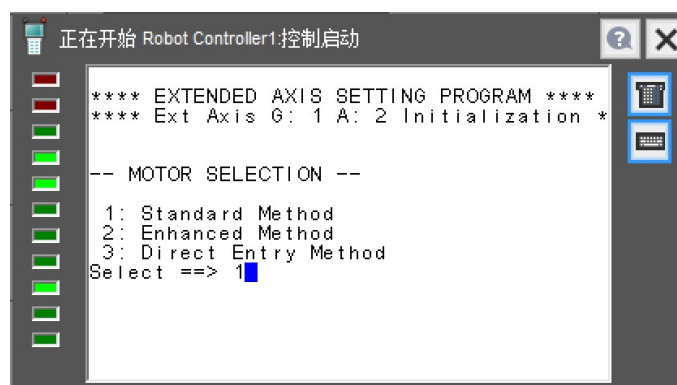

图 4.1.5
5) 在图 4.1.5 中，选择 1 标准方法时，点击 ENTER 键确认。